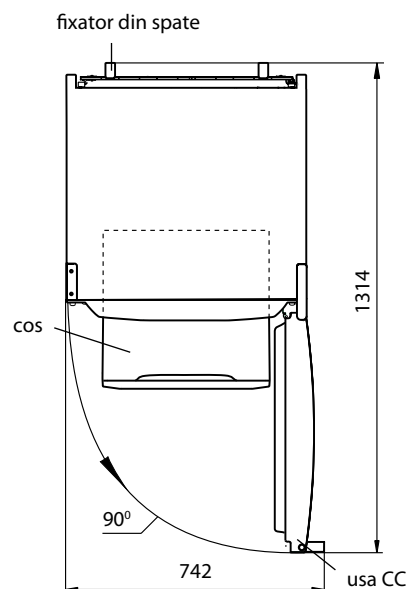

Figura 2 – Frigider (privire de sus)
1.5 Spațiul total, necesar pentru exploatarea frigiderului este determinat de dimensiunile indicate în figura 2 în milimetri. Pentru extragerea liberă a componentelor din frigider trebuie deschise ușile camerei la un unghi de cel puțin 90°.